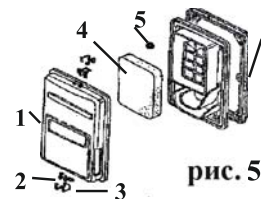

рис. 5
7.4.1 Демонтируйте крышку 1 (рис. 5). При отделении крышки от корпуса не повредите уплотнение. Снимите фильтрующий элемент 4 (рис. 5).